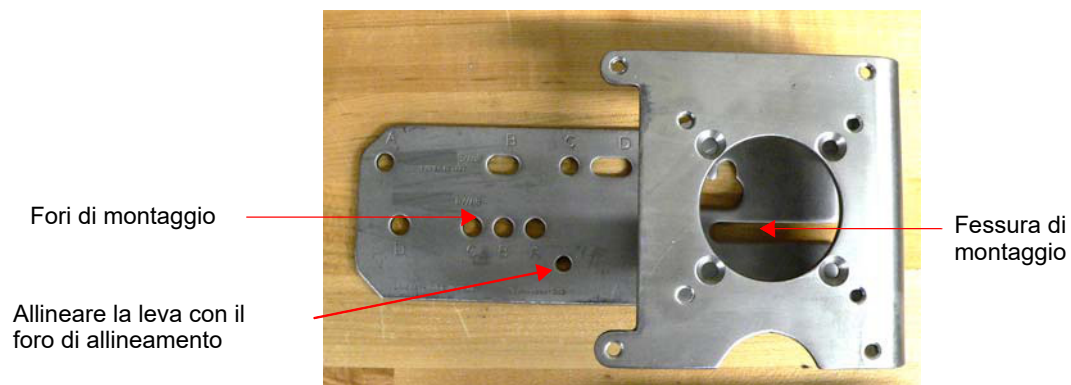

Figura 20 - Verificare la linearità di posizionamento
- Verificare che il tenditore di connessione regolabile sia parallelo allo stelo della valvola. Verificare che il foro nella leva sia allineato con il foro di allineamento nel supporto quando la valvola è in posizione chiusa. Verificare che il supporto sia montato utilizzando i fori corretti (Figura 20).